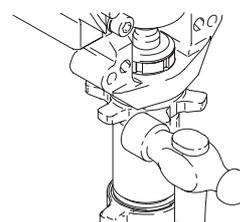

Fig. 10
6. Fig. 10. Afloje la contratuerca golpeándola firmemente con un martillo de 0,56 kg (máximo). Desenrosque la bomba.